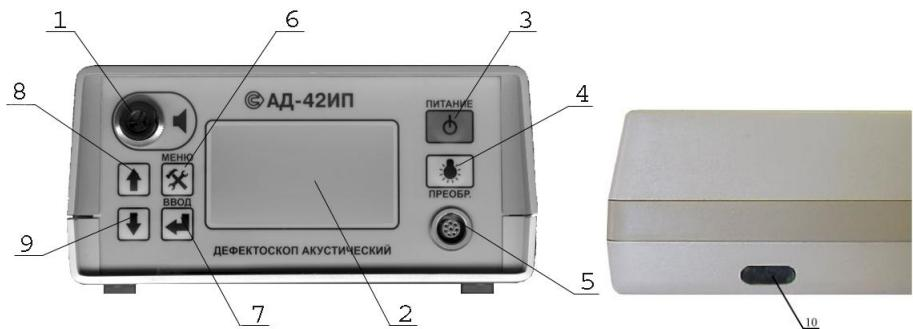

Рис.2.2 Органы индикации и управления дефектоскопа:
2.3.5 Размещение органов индикации и управления дефектоскопа на передней панели показано на рис.2.2.
2.4.1 Звонок (поз.1, рис.2.2) предназначен для звуковой сигнализации о наличии дефекта в контролируемом объекте дополнительно к световой сигнализации в преобразователе.
2.4.2 Дисплей (поз.2, рис.2.2) предназначен для отображения информации в процессе работы дефектоскопа.
2.4.3 Кнопка « ПИТАНИЕ» (поз.3, рис.2.2) предназначена для включения/выключения питания дефектоскопа.
2.4.4 Кнопка «» (поз.4, рис.2.2) предназначена для включения/выключения подсветки дисплея.
2.4.5 Разъем «ПРЕОБР.» (поз.5, рис.2.2) предназначен для подключения к электронному блоку преобразователей *PA-4S*, *PA-5R*, *PA-7R*.
2.4.6 Кнопка « МЕНЮ» (поз.6, рис.2.2) предназначена для входа/выхода в/из меню дефектоскопа.
2.4.7 Кнопки «», «», «» ВВОД (поз.7...9, рис.2.2) предназначены для установки режима работы и управления меню дефектоскопа.
2.4.8 Окошко (поз.10, рис.2.2) инфракрасного канала связи предназначено для передачи данных из энергонезависимой памяти дефектоскопа в персональный компьютер.